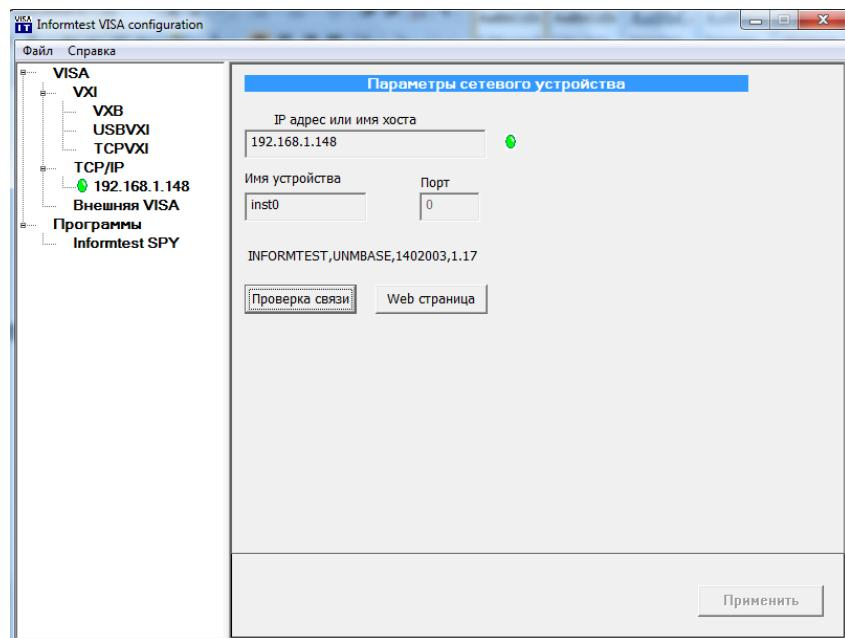

Рисунок 12
9.8.6 Дальше можно проверить подключение изделия, нажав кнопку «Подключение». Если изделие подключено, то рядом с IP-адресом проверяемого изделия появится зеленый индикатор (рисунок 12), если изделие не было найдено, то рядом с IP-адресом появится крест.
Полную информацию о необходимом изделии можно получить, наведя курсор «мыши» на кнопку «Web-страница» и щелкнув по ней левой кнопкой «мыши» в окне «Параметры сетевого изделия» (см. рисунок 12). Запустится браузер, установленный на ПЭВМ, где будет отображен IP-адрес изделия и его характеристики. Порядок работы с WEB интерфейсом изделия описан в пункте 9.9.